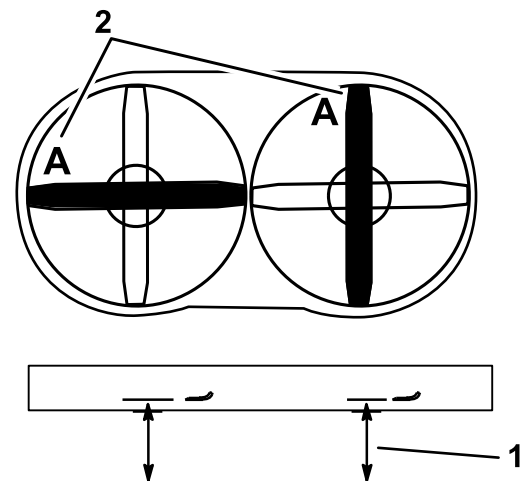

Bild 73
2. Messen Sie von einer ebenen Fläche bis zu den Schnittkante (Stellung **A**) der Messer (Bild 73).